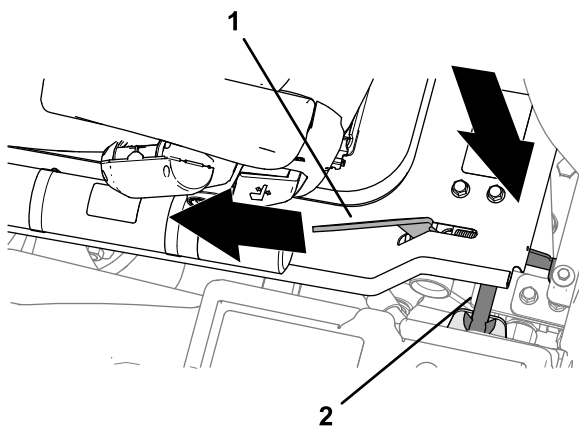

Figura 54
2. Quando la piattaforma si è abbassata quasi completamente, spostate la maniglia di fermo della piattaforma (Figura 54) verso la parte anteriore della macchina.